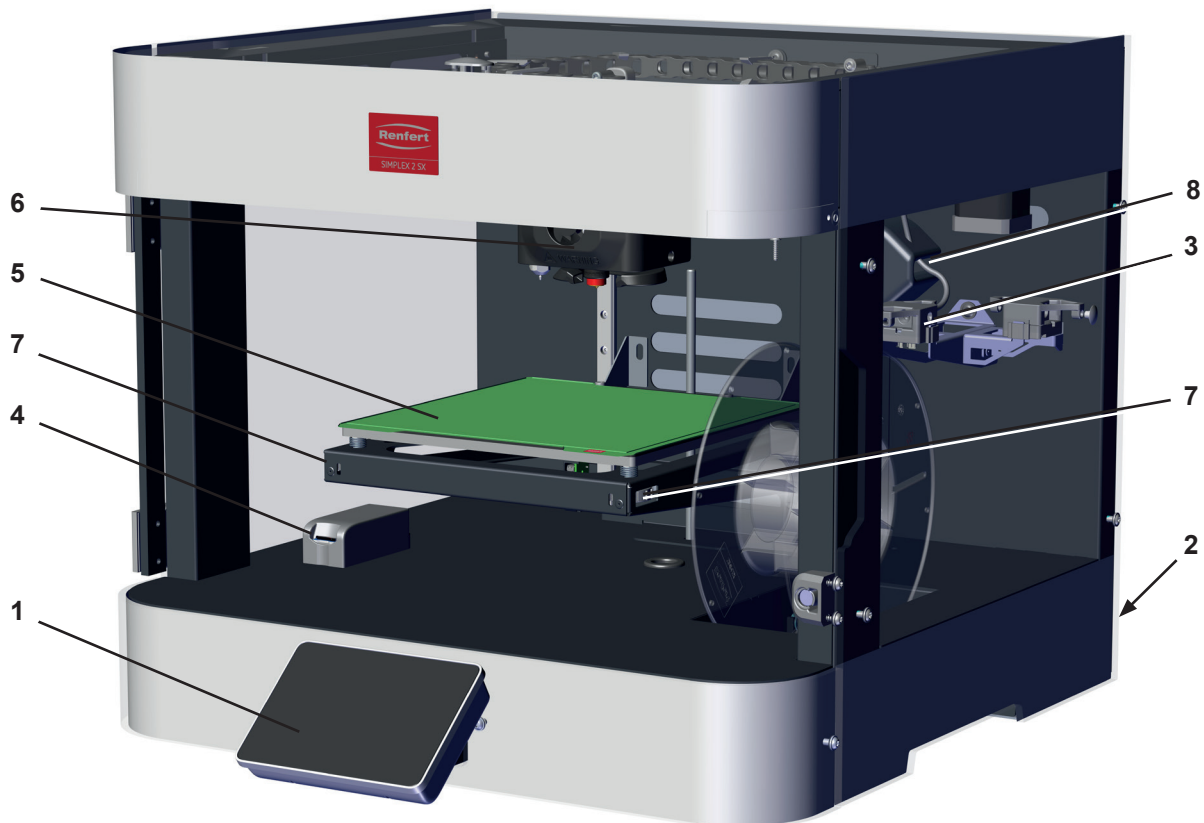

Abb. 1
Stellen Sie sicher, dass der EIN/AUS-Schalter (2, Abb. 1) auf Aus (O) steht.
⇒ Netzkabel auf der Geräterückseite in den Netzanschluss (2, Abb. 1) einstecken.
⇒ Schalten Sie das Gerät mit dem Ein-/Aus-Schalter (2, Abb. 1) auf der Rückseite des Gerätes ein.